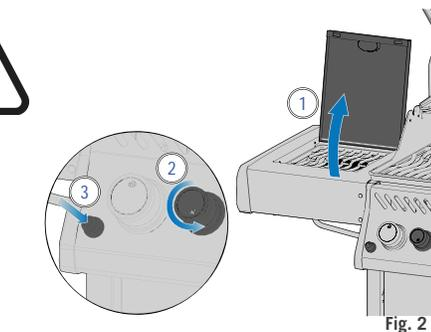

Fig. 2
4. Le brûleur ne s'allume pas - tourner le bouton de commande du brûleur dans le sens des aiguilles d'une montre jusqu'à ce que la position OFF. Attendez 5 minutes. Répétez l'étape 2 et 3. (Fig. 2)